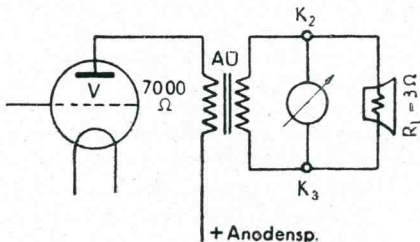
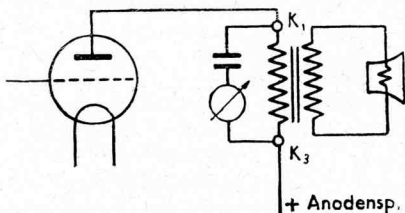

Bild 2
Bild 4
Messung der Ausgangsleistung auf der Sekundärseite des Ausgangs-Übertragers eines Rundfunkgerätes oder Verstärkers ohne Eingriff in die Schaltung (Bild 2).
Der Ausgangsübertrager (AU) paßt die niederohmige Schwingspule (R_1) des dynamischen Lautsprechers (2-15 Ω) an den hochohmigen Widerstand der Lautsprecherröhre (V) von etwa 2300 bis 15000 Ω an. Das *Multavi R* wird mit den Klemmen K_2 und K_3 an die sekundäre Seite des Ausgangsübertragers parallel zur Schwingspule angelegt (Bild 2). Infolge seines hohen Eigenwiderstandes von 7500 Ω ändert sich hierdurch die niederohmige Anpassung des Transformators praktisch nicht.
Der Empfänger kann nur dann seine volle Leistung abgeben, wenn die einzelnen Schwingkreise abgeglichen und aufeinander abgestimmt sind. Diese Abstimmung wirkt sich durch größere Ausgangsleistung aus. Vor Beginn der Abgleichung ist der Schwundausgleich durch Erden der Regelspannung abzuschalten. Das *Multavi R* wird nun entweder primärseitig oder sekundärseitig parallel zur Wicklung des Ausgangsübertragers angelegt. Dabei ist primärseitig die Klemme K_1 und K_3 (Bild 4), sekundärseitig Klemme K_2 und K_3 (Bild 2) des *Multavi R* zu benutzen.